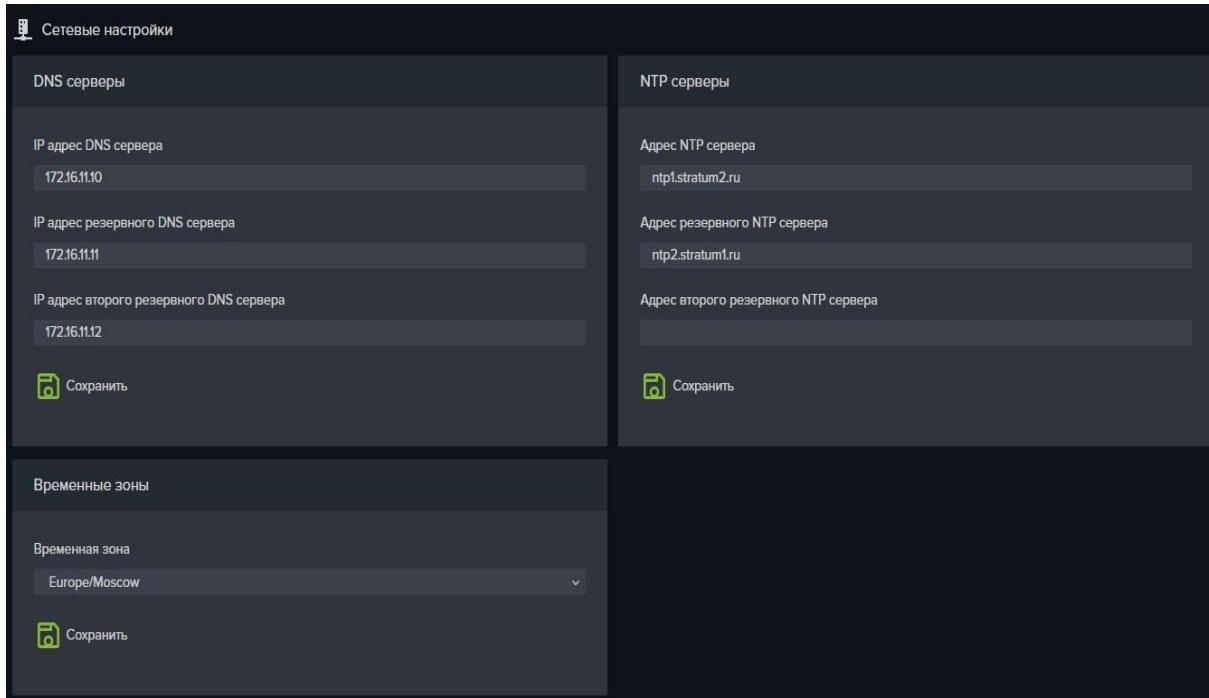

Рисунок 26. Настройки DNS и NTP серверов
1. Перейдите на вкладку меню «Настройки» → «Сетевые настройки» (см. Рисунок 26).